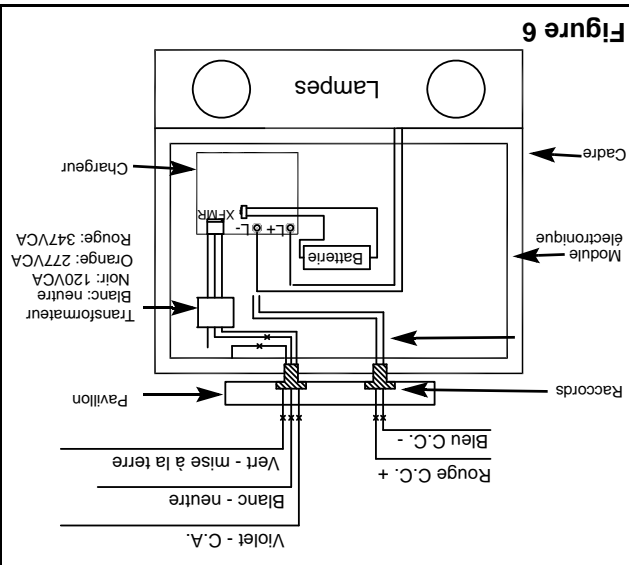

Figure 6
- Connexions électriques:** À l'aide du raccord filé et fils C.A. (3 fils), connecter une extrémité aux conducteurs du transformateur, à l'intérieur du boîtier, puis l'autre extrémité à la ligne C.A. et le vert à la mise à la terre (Voir figure 6).
Pour les modèles qui alimentent des têtes satellites, le raccord filé et fils C.C. (2 fils) devra être installé. Une extrémité sera connectée au chargeur AD, à l'intérieur du boîtier, puis l'autre extrémité sera connectée aux fils C.C. d'alimentation des têtes satellites, dans la boîte de jonction. Connecter le conducteur rouge au positif, et le conducteur bleu au négatif (voir figure 6).